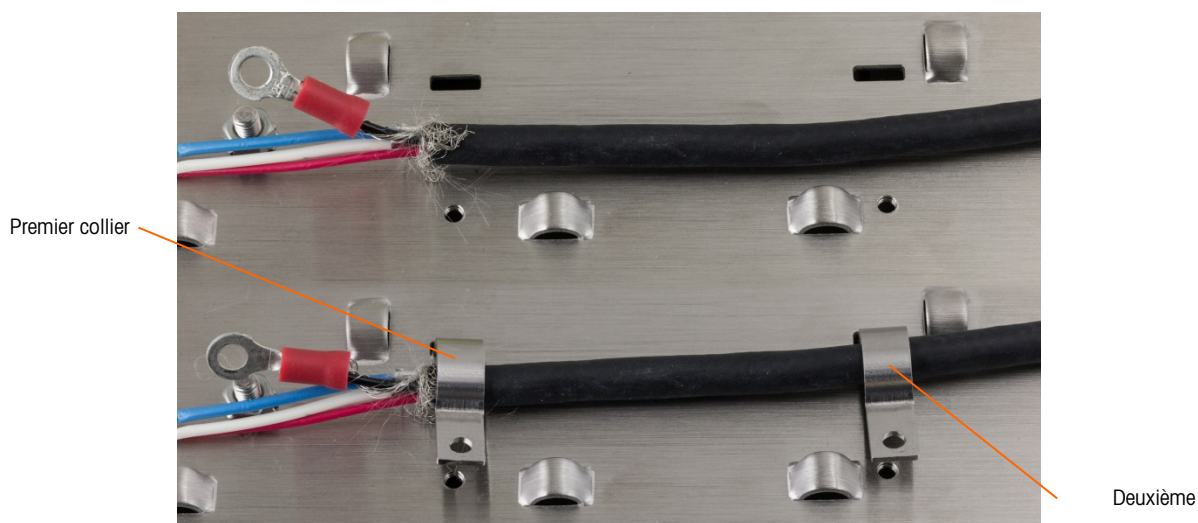

Figure 2-84 : Sécurisation du câble PowerMount – panneau
15. Placez le câble en position dans le collier de serrage comme sur la Figure 2-84. Les conducteurs sous gaine doivent être positionnés sous le premier collier de serrage pour former une connexion à la masse du châssis du terminal.